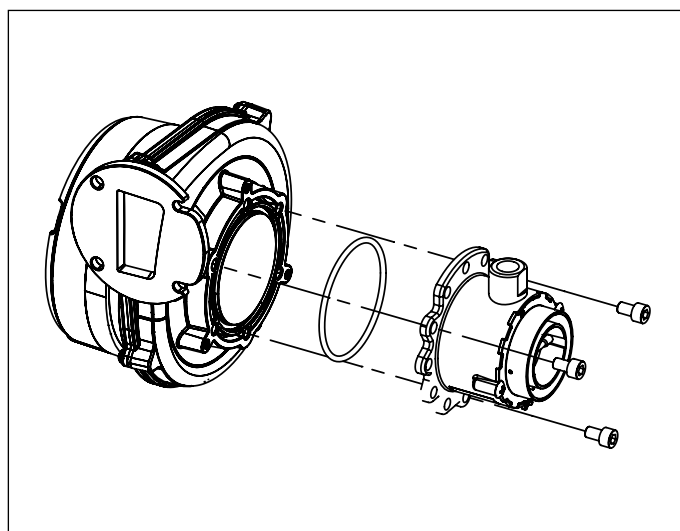

Fig. 27 Mezclador
- Quitar el mezclador desatornillando los tres tornillos Allen (ver Fig. 27 Mezclador).